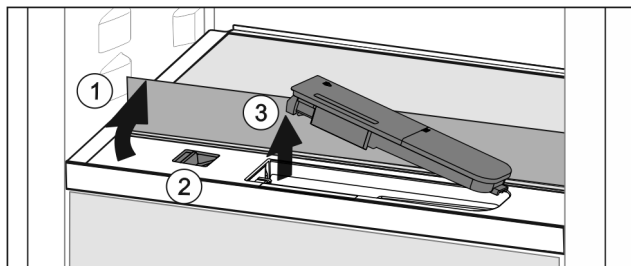

Fig. 49
- ▶ Поднять стеклянную панель и откинуть до упора назад Fig. 49 (1).
- ▶ Сдвиньте ползунок Fig. 49 (2) влево.
- ▶ Вынуть бак для воды Fig. 49 (3).